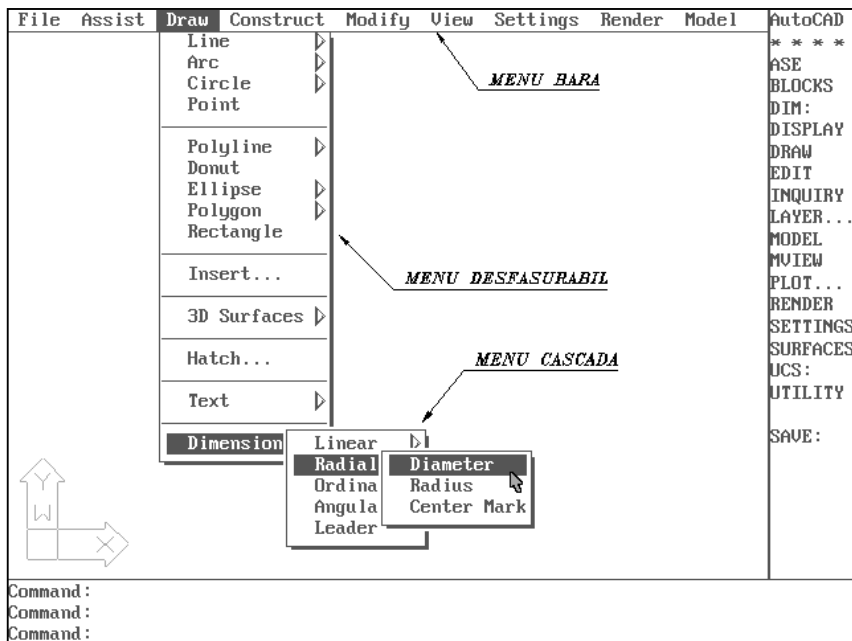

Fig. 1.2. Exemplu de meniu desfășurabil
- **Menu-ul bară** (*bar menu*) este accesibil numai cu ajutorul mouse-ului prin deplasarea cursorului peste zona de informații, care este înlocuită cu menu-ul bară. Bara de meniu oferă accesul la menu-urile desfășurabile (pull-down) AutoCAD. În cazul în care în dreptul unui articol este afișată o mică săgeată, atunci selectând articolul respectiv se va deschide un *menu în cascadă* adițional așa cum este arătat în fig. 1.2.